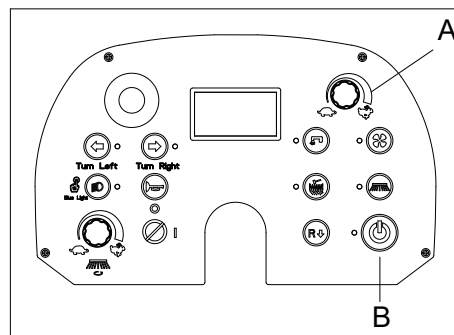

Figure 19
- Réglez le bouton de réglage de la vitesse (A, figure 19) afin de minimiser la vitesse de conduite.
- Appuyez sur le bouton de démarrage à un bouton (B, figure 19) afin d'abaisser la brosse principale et de l'activer pendant environ une minute en appuyant sur la pédale d'accélérateur.